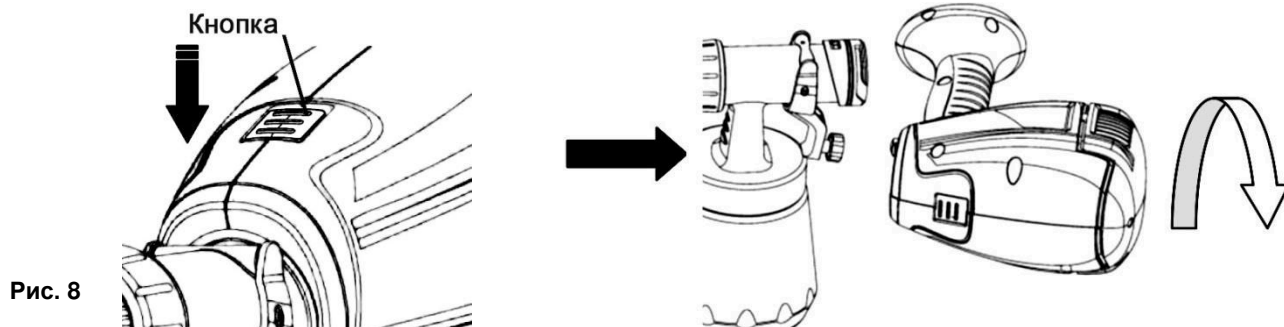

Рис. 8
- Нажмите фиксирующую кнопку на верху корпуса, и вращением корпуса против часовой стрелки рассоедините узлы (См. Рис.8).